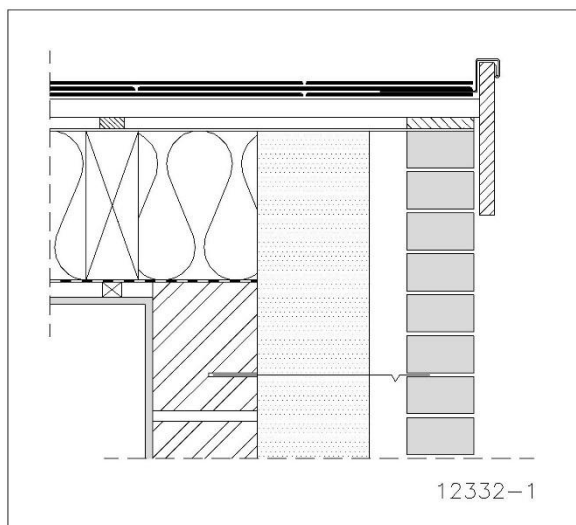

Fig. 19: Dakrandafwerking met loden slab
- Zijranden met loden slab (Fig. 19)